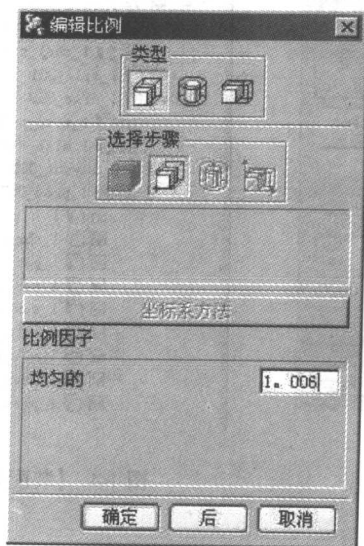

图 1-6 【编辑比例】对话框
5) 选择【Shrinkage】(收缩率)图标, 打开如图 1-6 所示的设置收缩率的【编辑比例】对话框, 在设置收缩率【类型】选项组中选择【均匀】类型图标, 在【选择步骤】中选择参考点图标, 然后在【比例因子】选项组中的【均匀的】文本框中输入收缩率为 1.006, 单击【确定】按钮。